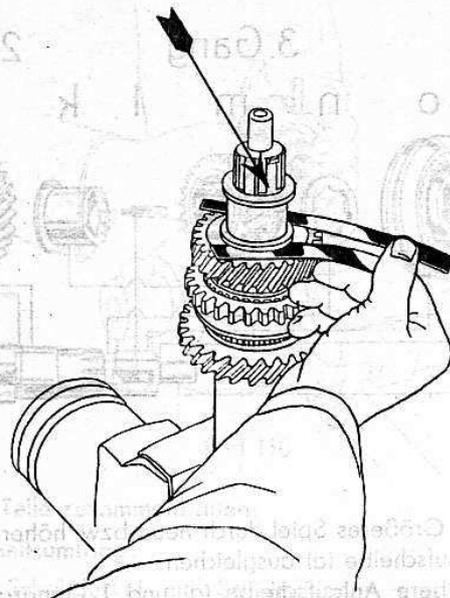
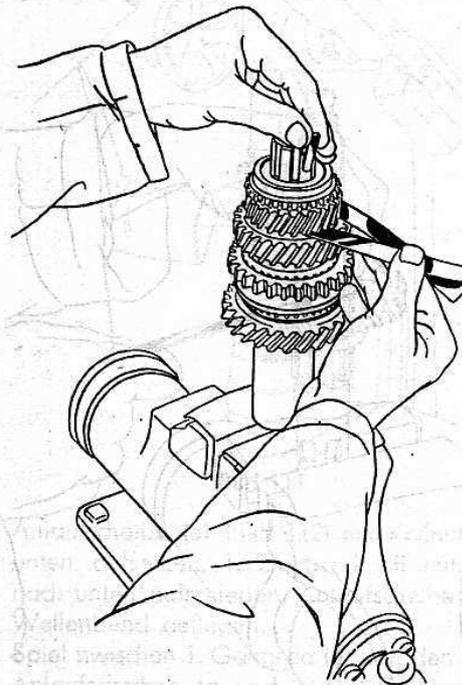
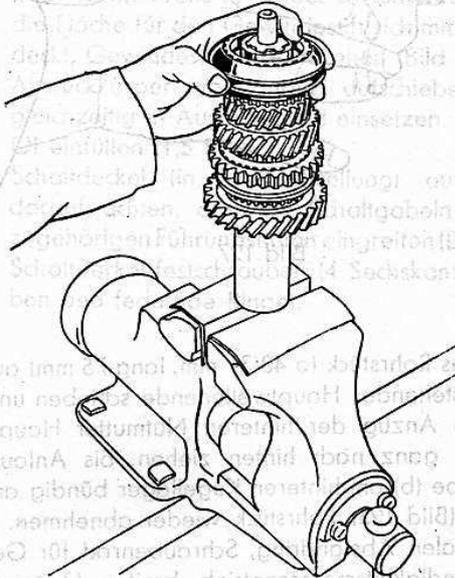

Bild 118
Bild 119
Bild 120
21. Anlaufscheibe (n) aufsetzen, Keilnute auf Wellenkeilfläche drehen. Lagerbuchse darf kein Längsspiel haben, dagegen muß 2. Gangrad (i) Längsspiel (0,1 mm) beibehalten (Bild 118). Lagerbuchse und oberste Anlaufscheibe (n) in ihrer Höhe entsprechend auswählen oder auf Tuschierplatte mit Schmirgelleinen abziehen.
(vgl. Bild 118). Längsspiel des 3. Gangrades zwischen Bund der Lagerbuchse (k) und Anlaufscheibe (n) bis zu 0,1 mm (Bild 119).
24. Keil (l) einlegen (vgl. Bild 119) und Gleichlaufkörper (o) (hoher Bund nach oben bzw. vorn) auf der Nutenwelle gangbar aufsetzen (Bild 120).